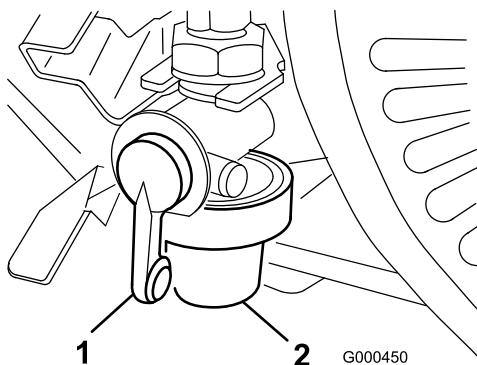

図 26
1. 燃料バルブを閉じて、フィルタのボディーからボウルを外す（図 26）。